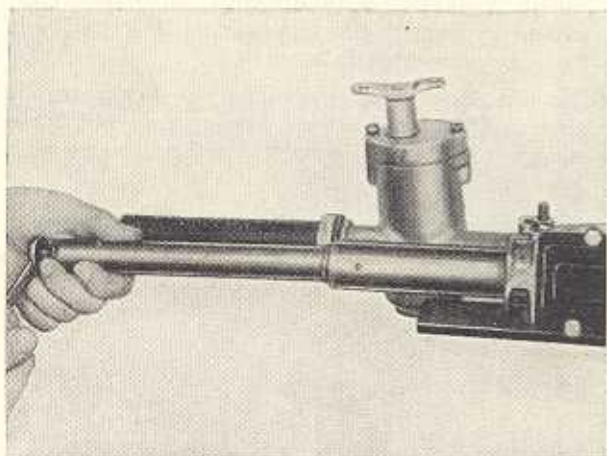

Bild F 17. Heraus-schrauben der Bundmutter
3. Wenn die inneren Spurstangengelenke zerlegt werden sollen, müssen an den Schubstangenenden die Verstemmsicherungen zurückgeschlagen und die Bundmutter mit Steckschlüssel W-210 632 herausgeschraubt werden (Bild F 17). Anschließend können die Einzelteile der Kugelgelenke herausgenommen werden.